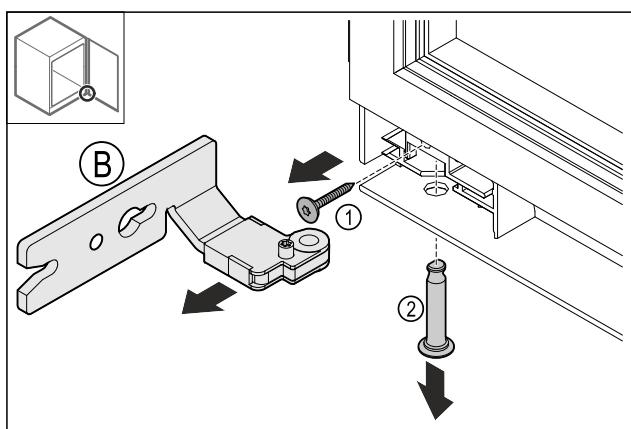

Fig. 15
► Извлеките винт Fig. 15 (1).
► Извлеките палец Fig. 15 (2).
► Извлеките шарнир Fig. 15 (B).